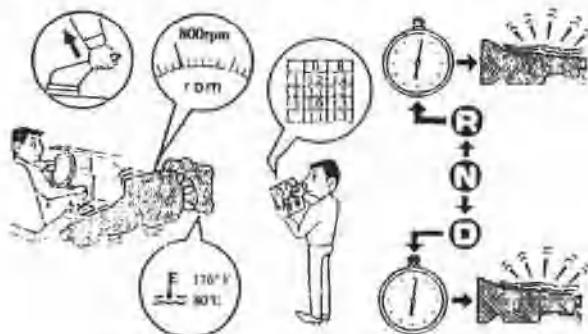

图 5.5 时滞试验
- ① 启动发动机，待温度升至 50°C 以上时，调整怠速，拉紧驻车制动。
- ② 保持发动机怠速运转，将挡位由 N 位换到 D 位，开始计时，当感觉到上挡的轻微振动时，计时终止。这个时间即 D 位上挡滞后的时间。
- ③ 仍保持发动机怠速运转，将挡位由 N 位换至 R 位，开始计时，当感觉到上挡的轻微振动时，计时终止。这个时间即 R 位上挡滞后的时间，如图 5.5 所示。